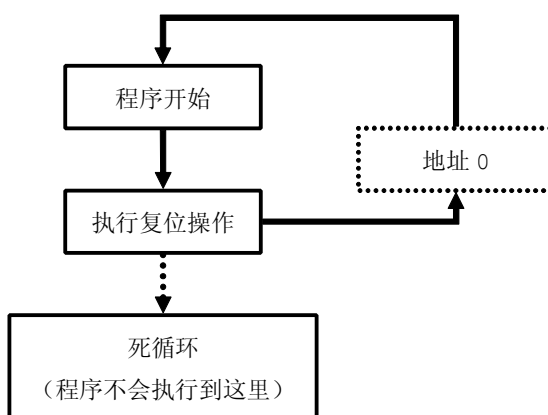

图 14-3-3
void(*reset)(void) 就是函数指针定义，(void(*) (void))0 是强制类型转换操作，将数值“0”强制转换为函数指针地址“0”。在进入 while(1) 死循环之前进行 LED 灯闪烁操作，当进入 while(1) 死循环之后，一直检测 P3.3 引脚电平是否为低电平。一旦 P3.3 为低电平时，执行 reset() 函数进行复位操作，如图 14-3-3。